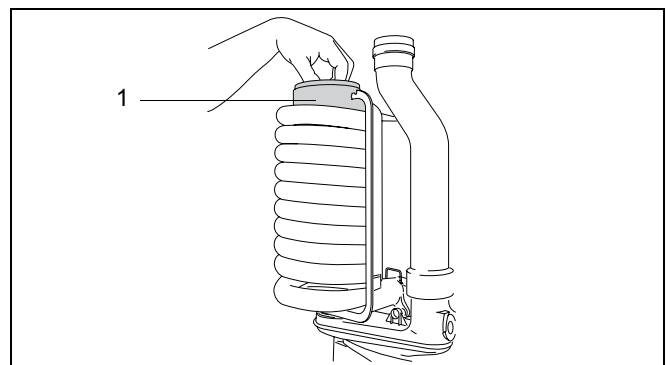

Fig. 46 Îndepărtarea elementelor de accelerare a gazelor arse
- Se îndepărtează elementele de accelerare a gazelor arse din schimbătorul de căldură (Fig. 46, Poz. 1).